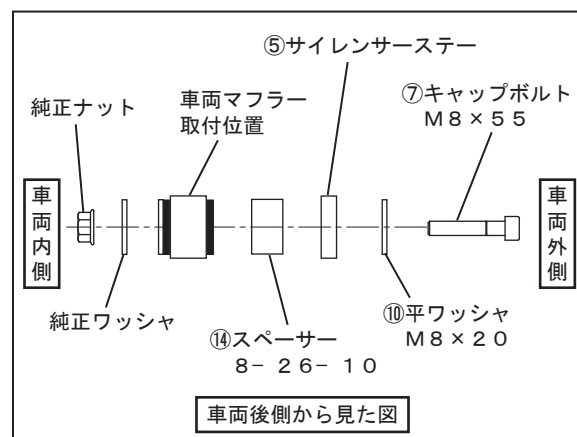

FIG. 10
8. 車両のマフラー取付位置に⑦キャップボルトM8×55、⑩平ワッシャM8×20、⑭スペーサー8-26-10、純正ワッシャ、純正ナットを使用して⑤サイレンサーステーを仮締めして下さい。(FIG. 10 参照)